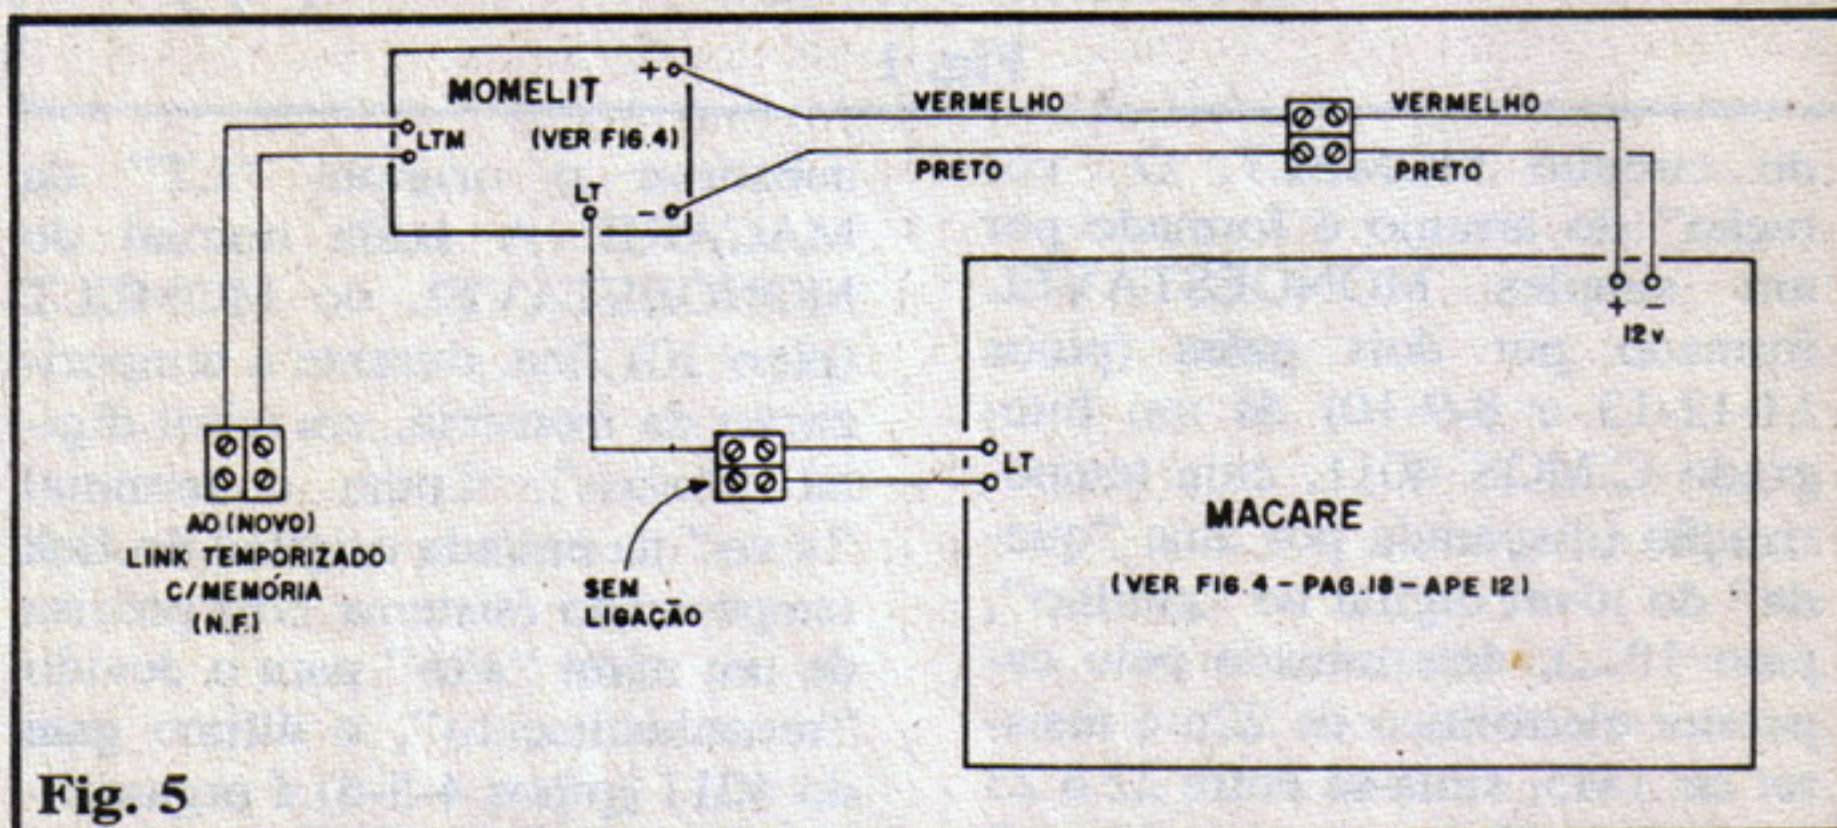

Fig. 5
- **FIG. 5** - Acoplar o MOMELT à MACARE é fácil (todo o pro-